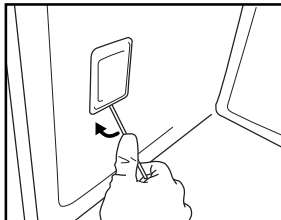

Fig. 7
3. Folosind o șurubelniță ascuțită drept părghie, scoateți capacul becului (Fig. 7).